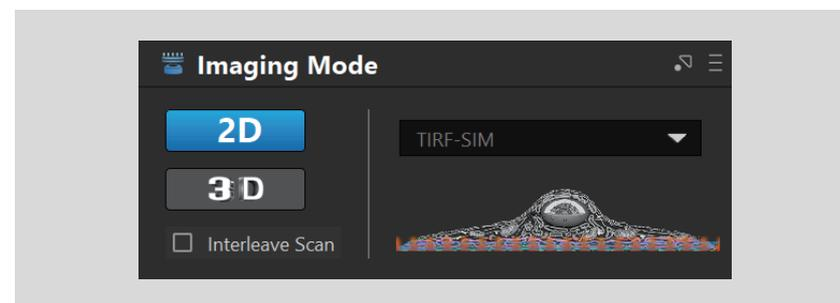

图3.2-2
- 2 根据实验需求选择模式。在【Imaging Mode】区域, 先点击“2D”再选择“TIRF-SIM”模式, (如图3.2-2所示)。